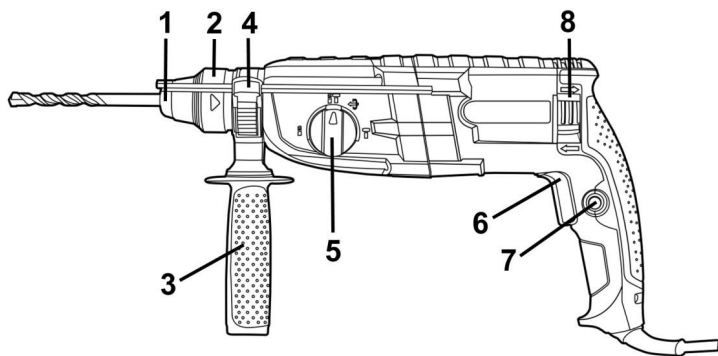

Рисунок 1
5.1 Выберите необходимый режим работы изделия с помощью переключателя (5) (см. рисунок 1, таблицу 2). При необходимости изменения угла наклона насадки при выполнении долбежных работ произведите необходимые операции, описанные в пункте 4.5. Если необходимо установить сверлильный патрон – установите его в патрон SDS-plus через адаптер.
5.2 Для включения изделия нажмите на курок выключателя **(6)** (рисунок 1). Для отключения изделия следует курок отпустить.